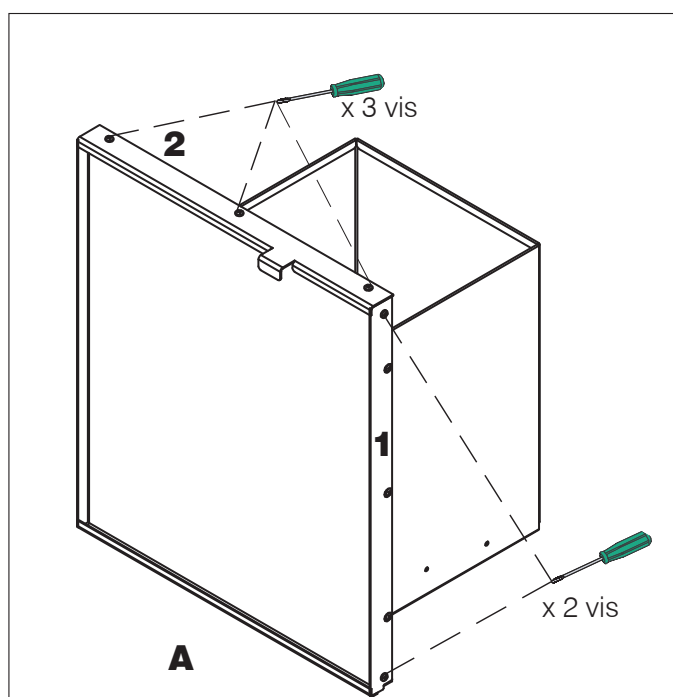

Figure 3
- retirer le tiroir porte-bois (A) ;
**Pour monter la décoration (B) du tiroir, procéder comme suit : Voir la figure ci-dessous.**
- Extraire tout le tiroir porte-bois (A)-Figure 3 ;
- Desserrer les vis extérieures sur un côté (1) et les trois vis sur la façade supérieure (2) - Figure 3;
- Enlever le côté métallique du tiroir (1) et la façade supérieure (3)- Figure 3 ;